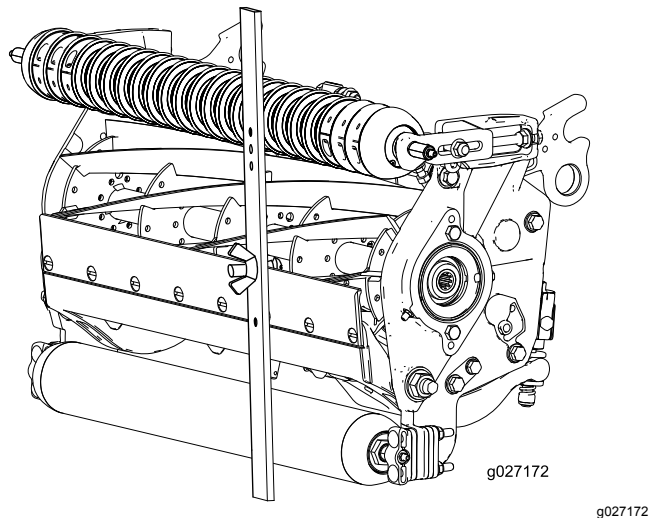

Figura 17
4. Agganciate la testa della vite sul tagliante della controlama e appoggiate l'estremità posteriore della barra sul rullo posteriore (Figura 17).
5. Ruotate la vite di regolazione finché il rullo anteriore non toccherà la barra di riferimento (Figura 17).